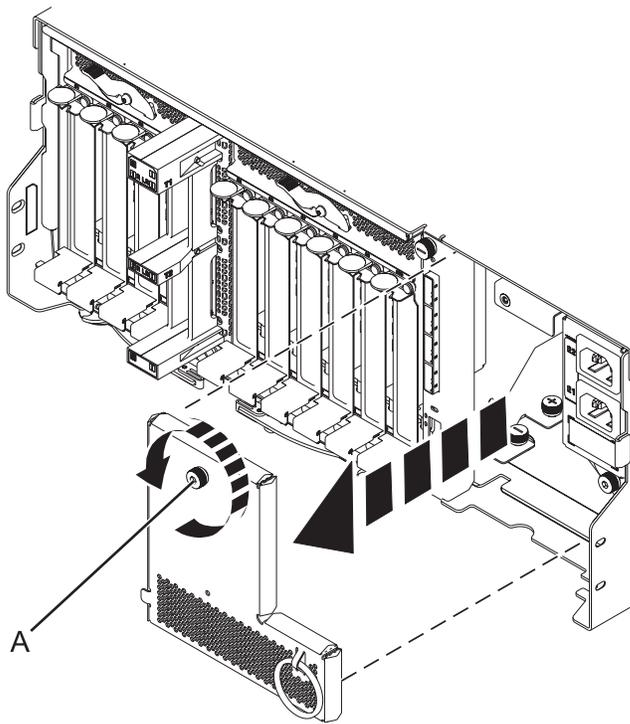

Abbildung 57. Netzkabelplatte ausbauen
10. Bauen Sie die Netzkabelplatte aus. Drehen Sie hierzu die Rändelschraube (A) und ziehen Sie die Platte vom System weg (siehe Abb. 57).